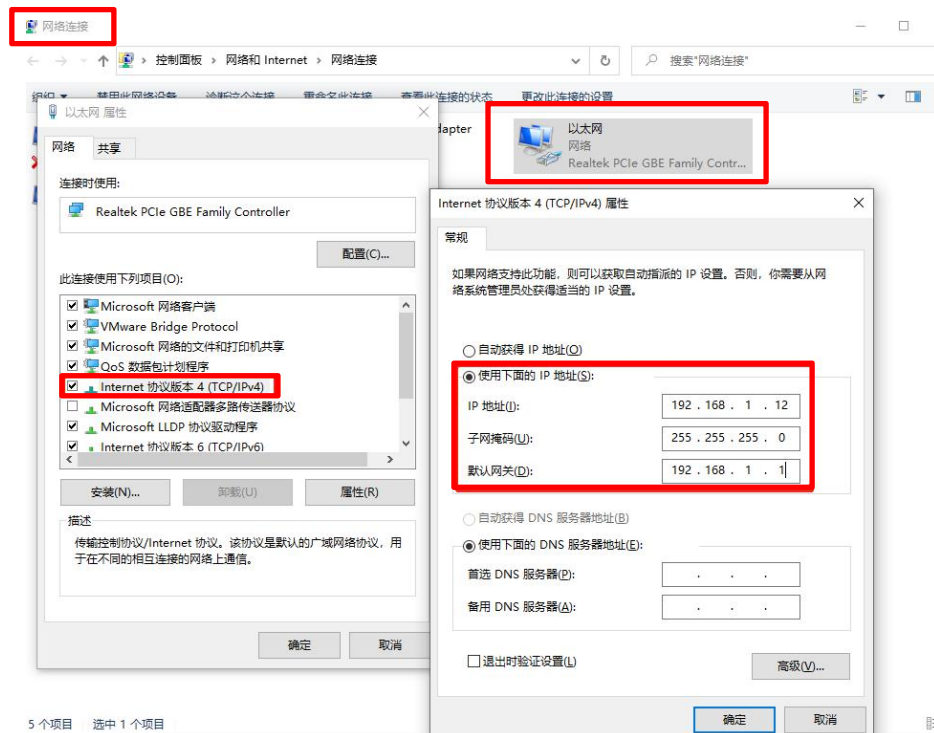

图 3.3 配置电脑 IP 为静态 IP 步骤
1) **配置电脑 IP**：直连需手动配置电脑 IP 为静态 IP，将电脑 IPv4 设置为和热像仪同网段 IP，但不与热像仪默认的 IP 地址重复。步骤如图 3.3 所示。